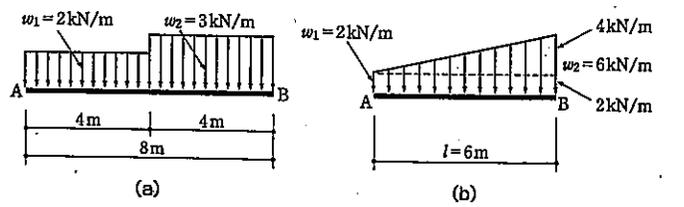

図6 問題1
| <p>展開② 17分</p> | <p>4 節末問題演習</p> <ul style="list-style-type: none"> ・教科書の節末問題に取り組みさせる。 ・節末 (b) 「等分布荷重と等変分布荷重の組み合わせ」問題は、類題等の用意や解説をせず、まずは生徒自身の力で考えさせる。 <p>節末問題</p> <p>1. 図6(a), (b)に示す分布荷重の合力の大きさと作用位置を求めなさい。</p>  <p>図6 問題1</p> | <ul style="list-style-type: none"> ・演習中は積極的に机間巡視を行い、ヒントを与えながら生徒の思考を促す。 ・生徒間の教え合いは推奨するが、無関係な私語で盛り上がらないよう注意を払い、学習の雰囲気を維持する。 | <ul style="list-style-type: none"> ・演習問題への取り組み状況やノートの記述内容で、【A】や【B】を評価する。 ・生徒間の教え合いの様子から、【C】を評価する。 |
1. 図6(a), (b)に示す分布荷重の合力の大きさと作用位置を求めなさい。